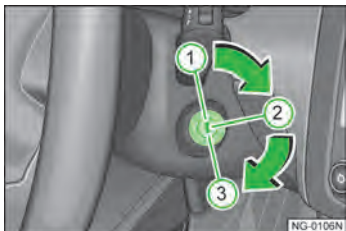

图 127
点火钥匙处于该位置时» 图 127[1]，关闭点火开关，发动机熄火，同时啮合方向盘锁止机构，锁止方向盘。
- 汽车处于静止状态时方可操作启动机（钥匙处于位置» 图 127[2]），否则，将损坏发动机和启动机。
1 如果在发动机关闭的情况下长时间地把钥匙置于点火开关位置» 图 127[2]，会导致汽车蓄电池亏电。
4	点火钥匙转到位置>图 127, 见第 78 页 3, 起动发动机。
5	将点火钥匙转到位置 > 图 127，见第 78 页 1。